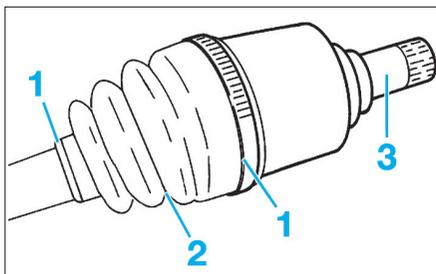
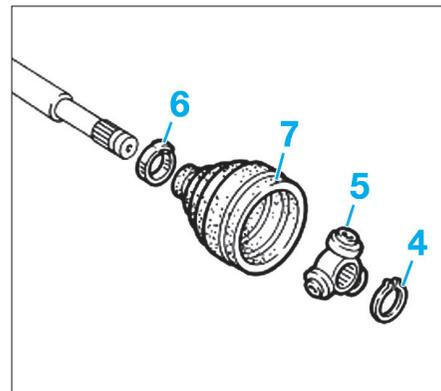

Fig. 10
Fig. 11
- les colliers de fixation (1) du soufflet de transmission (2) (Fig.10),
- le bol de transmission (3),
- le circlip (4) (Fig.11),
- la tripode (5),
- le collier de serrage (6),
- le soufflet de transmission (7).